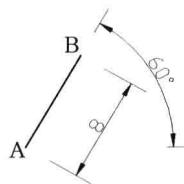

图 6-1-1
(1) 在“常用”选项卡“绘图”面板中单击“直线”按钮 $/$ ，在视图中单击，输入直线第二点的相对极坐标值“@8<60”，按两次 Enter 键，绘制一条直线 AB，如图 6-1-1 所示。
(2) 单击“直线”按钮 $/$ ，捕捉并单击 A 点，输入坐标值“@4<120”，按两次 Enter 键，